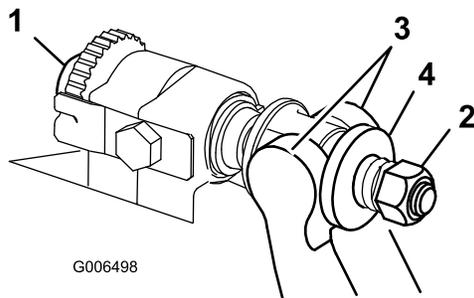

Figura 27
- Ruotate le viti di regolazione della barra di appoggio in senso antiorario per allontanare la controlama dal cilindro (Figura 27).
- Allentate il dado di tensione della molla, finché la rondella non sarà più in tensione contro la barra di appoggio (Figura 27).